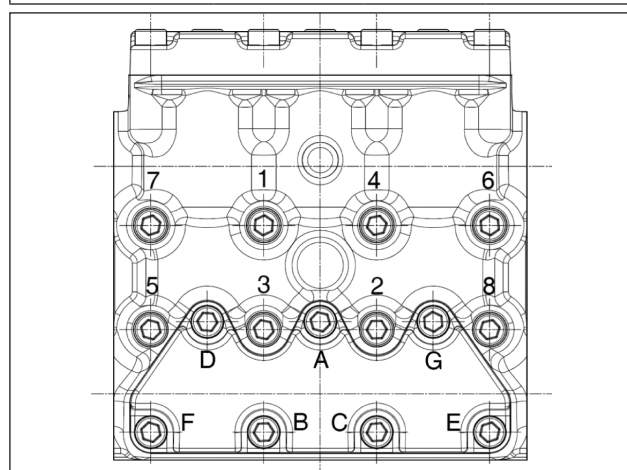

Fig. 24
*** Los tornillos de fijación de la cabeza pos. dib. desglosado 39 (65-KFR) se deben apretar utilizando una llave dinamométrica, lubricando el pie roscado respetando el orden contenido en el esquema de la Fig. 24.
*** Los tornillos de fijación de las tapas de las válvulas pos. dib. desglosado 40 (61-KFR) se deben apretar utilizando una llave dinamométrica, lubricando el pie roscado respetando el orden contenido en el esquema de la Fig. 24.